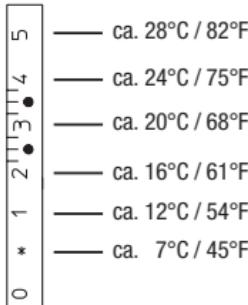

Abb. 5 Temperaturskala Thermostat „Uni LH“
- Anschließend den Thermostaten auf die gewünschte Raumtemperatur einstellen (Abb. 5).